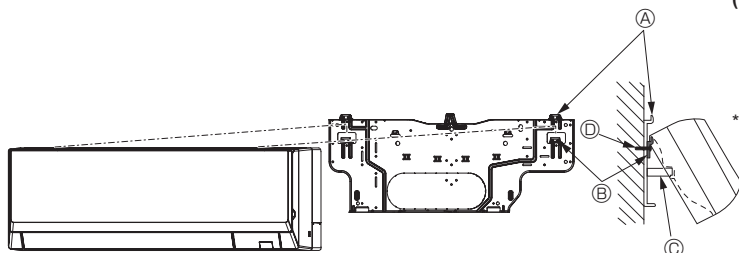

Fig. 3-12
- Якщо внутрішній блок не можна повісити та підняти за допомогою звичайного гачка (розмір 2.1. Ⓢ (зазор між стелею та пристроєм) становить 75 мм або менше), слід повісити блок на нижній гачок для установлення труби ліворуч. (Fig. 3-12)
(Fig. 3-12)